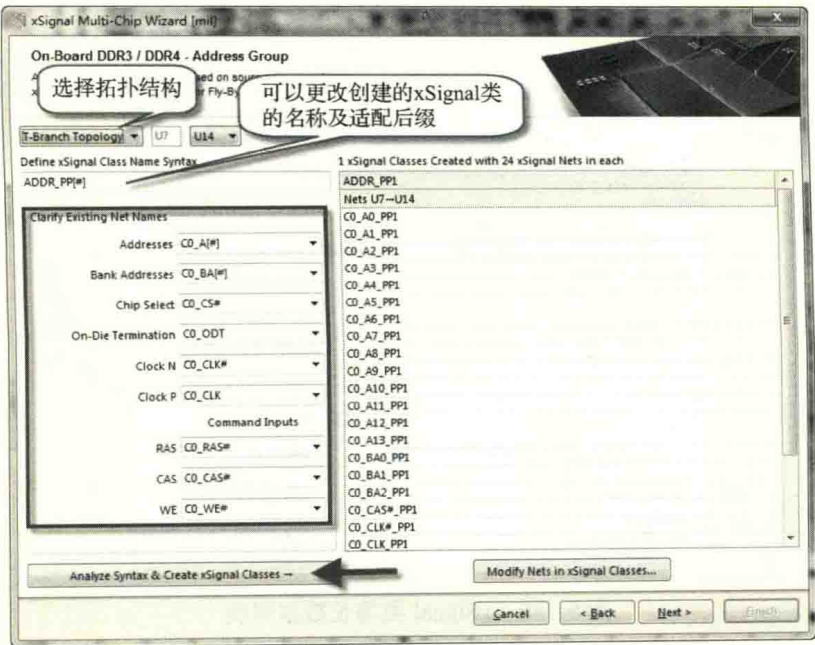

图 9-128 地址线网络关联的适配
(4) 进入如图 9-128 所示的界面，根据需要设置相关参数。